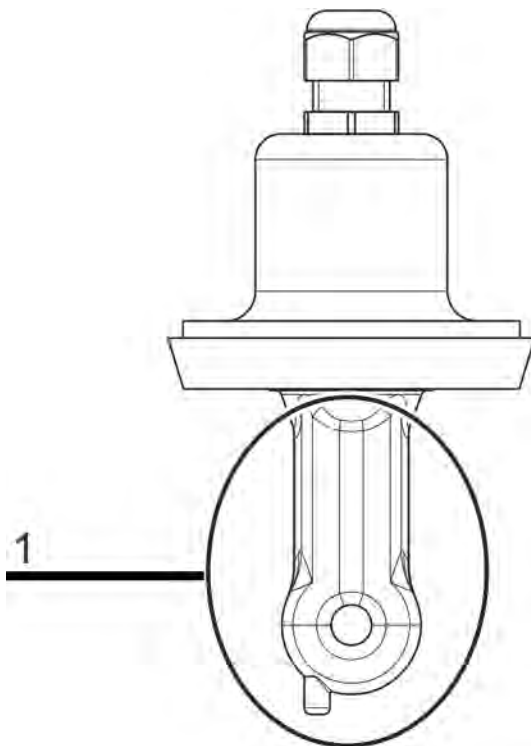

Fig. 74: Cuerpo del sensor de un sensor Ci (pos. 1)
3. ➤ Coloque el sensor de modo que el cuerpo del sensor cuelgue libremente en el aire. (Véase Fig. 74 .)